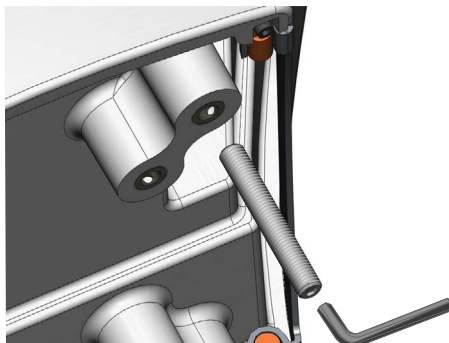

Ilustración 2
3. Utiliza una llave Allen de 5 mm para instalar los pasadores de montaje M10 x 71 (ilustración 2) en el pedestal, siguiendo el modelo de orificios seleccionado. Aprieta los pasadores de montaje hasta que toquen fondo en el pedestal. No aprietes excesivamente los pasadores para evitar dañar el pedestal. Los pasadores de montaje llevan un parche de bloqueo de rosca que se aplica en fábrica.